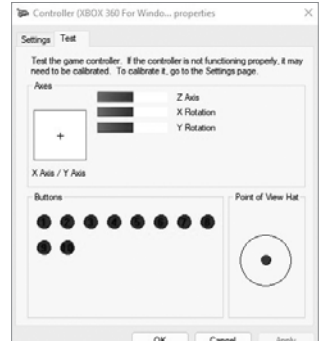

Fig. 8
• To check and configure in XInput mode, select «Properties» in the «Game devices» window, the «Properties: Controller (XBOX 36 ...» window will pop-up (Fig. 8). In the «Verification» tab you can check the execution commands when you press the buttons and rotate the rudder. To calibrate the rudder, select the «Settings» tab, click «Calibrate» and follow the instructions.